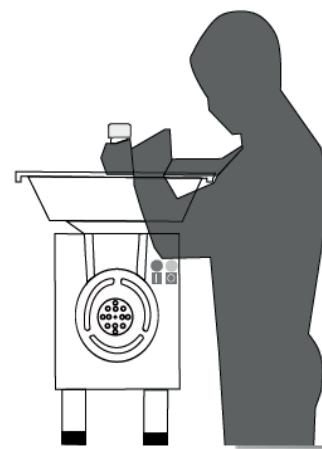

FIG.5 POSICIÓN DE TRABAJO
1. Antes de comenzar, posicionese correctamente en uno de los lados del molino (Ver Fig. 5).
3. Ponga el producto a moler sobre la charola (2).
4. Alimente manualmente sobre la entrada del cabezal (10). El producto debe introducirse en el cabezal con la protección fija en su lugar. Si se ha cortado o quitado la protección fija, NO SE DEBE utilizar el equipo y se debe pedir un cabezal de repuesto. **PELIGRO:** el incumplimiento de esta instrucción podría provocar lesiones graves, incluida la amputación, el desmembramiento o, en el caso más extremo, la muerte.
5. Use el empujador (1) para introducir el producto sin forzar la entrada de éste.